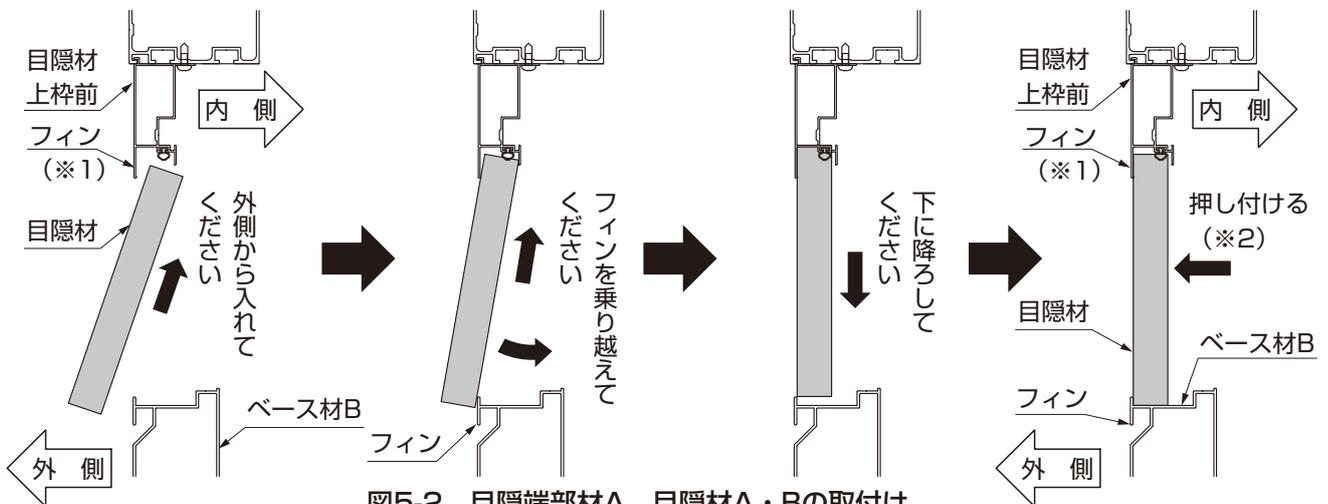

図5-2 目隠端部材A、目隠材A・Bの取付け
- 目隠材は外側から目隠材上枠前のフィン内側に引っ掛けるように入れ、ベース材Bのフィンを乗り越えたら外側に押し付けて(※2)ください。(図5-2参照)
- FIX中間パネル、目隠材は、外側から目隠材上枠前のフィン内側に引っ掛けるように入れて、ベース材Bのフィンを乗り越えたら外側に押付けてください。(※2) (図5-2参照)